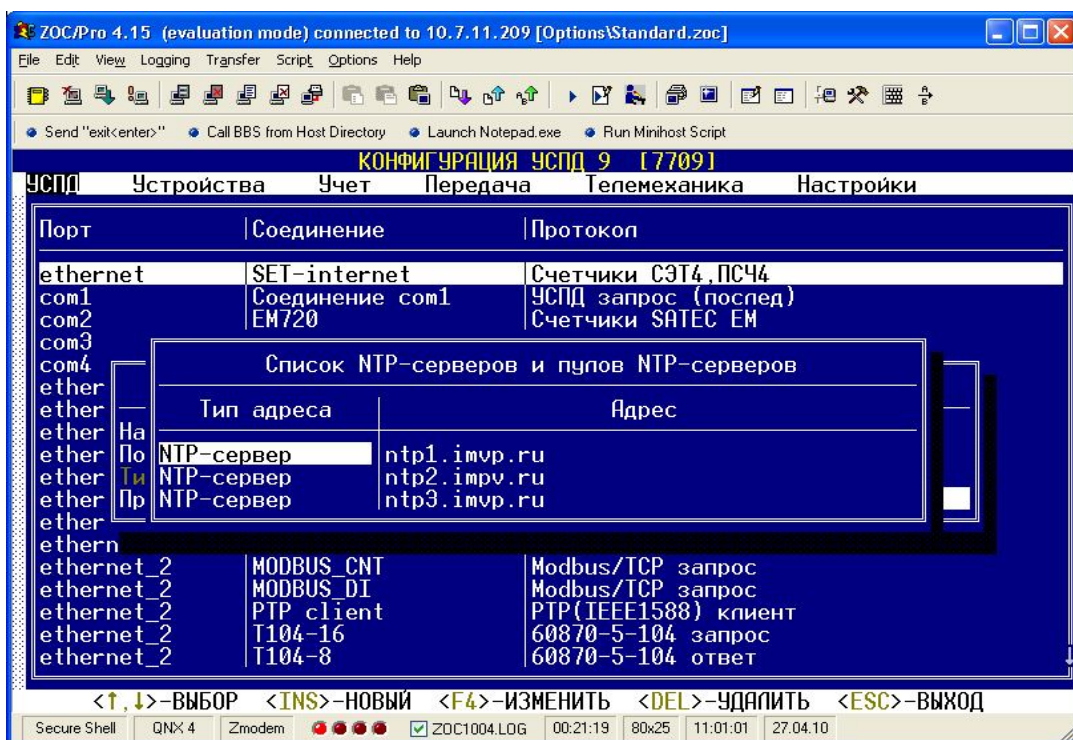

Рисунок 11
6.4.2.4 Нажмите «Enter» и установите список серверов для синхронизации времени: ntp1.imvp.ru, ntp2.imvp.ru и ntp3.imvp.ru. (рисунок 11).